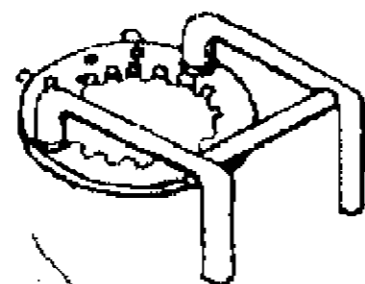

Рис. 4.3. При-
- ✓ приспособление (рис. 4.3) в барабан сцепления устанавливается таким образом, чтобы наружные выступы сектора вошли в вырезы наружного барабана, а внутренние зубья шлицев - во внутренний барабан сцепления (при этом стопорные стержни приспособления должны быть направлены во внутреннюю часть картера и заклиниваться при незначительном повороте внутреннего барабана);